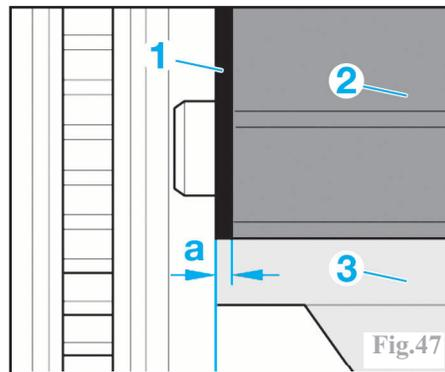

Fig.47
Lors de la repose du carter d'huile (3) sur le moteur déposé, veiller à ce que le carter d'huile se trouve à ras de la tôle intermédiaire (1) du côté du volant-moteur ; c'est-à-dire que le carter d'huile doit dépasser de 0,8 mm (a) le bloc-cylindres (2) (Fig.47).